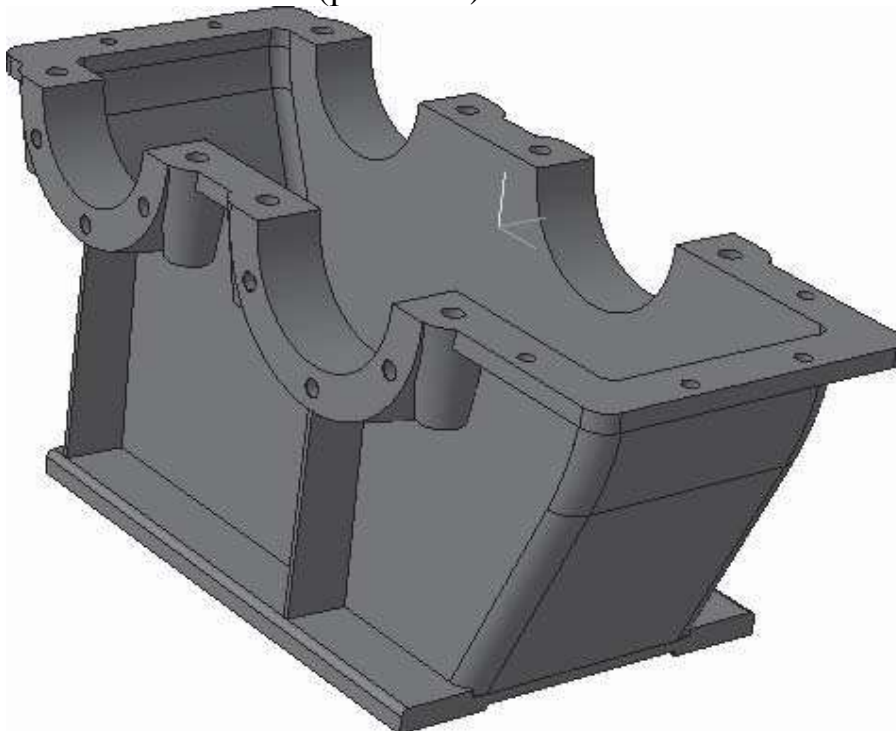

Рис. 6.18 – Вирізування отворів під болти в бобишках і під підшипники в корпусі
28. Створіть отвори за допомогою *Вирізання видавлюванням*. Напрямок вирізу - *Два напрями*, спосіб видавлювання по кожному з напрямлення - *До найближчої поверхні*. При виборі такого способу витискування немає необхідності указувати точне значення величини витискання - система визначить його автоматично (рис. 6.18).